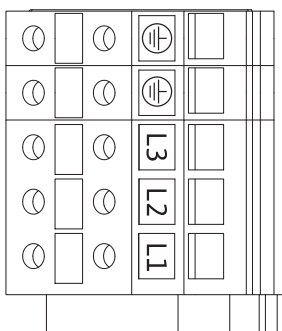

Fig. 28 : 功率端子 (电源接线柱)
- 功率端子 (电源接线柱) (Fig. 28)
可以通过旋转操作按钮（Fig. 28）选择菜单元素和修改数值。